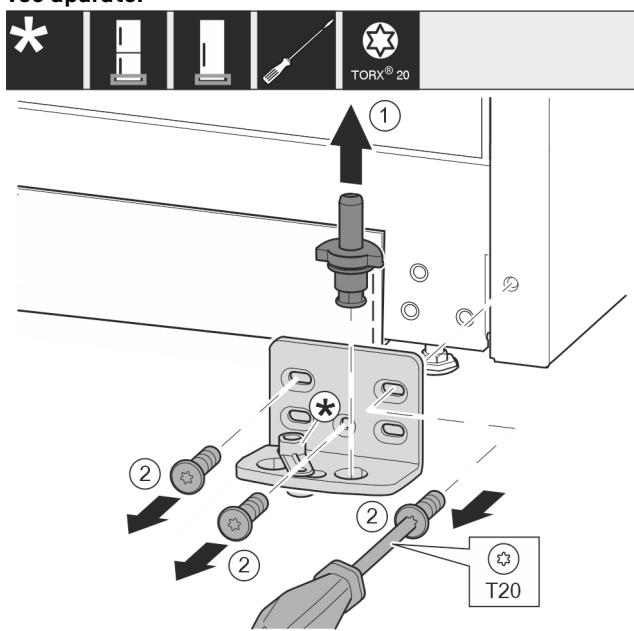

Fig. 10
- Ležajni sornik v celoti izvlecite navzgor. Fig. 10 (1)
- Vijake odvijte z izvijačem T20 in snemite ležajni podstavek. Fig. 10 (2)